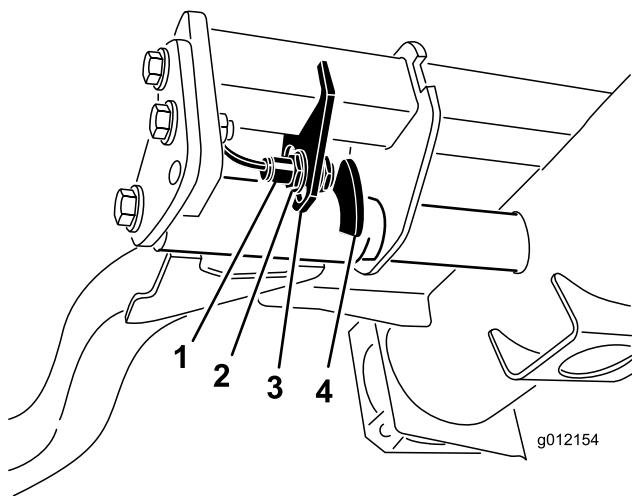

図 42
2. 昇降アームのスイッチは、油圧のメインタンクの下にある右前昇降アームの後ろ側に装着されている（図 42）。
3. スイッチ取り付けナット（図 42）をゆるめ、昇降アームの旋回高さを高くしたい場合にはスイッチを下に移動させる。旋回高さを低くしたい場合にはスイッチを上を移動させる。取り付けナットを締め付ける。